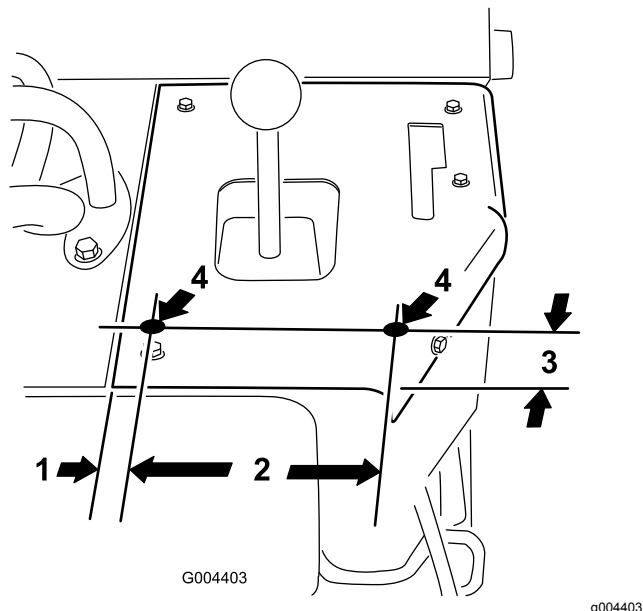

Figura 8
2. Individuate e praticate 2 fori (diametro di 3/8") sul quadro di comando sotto la leva del braccio caricatore (Figura 8).